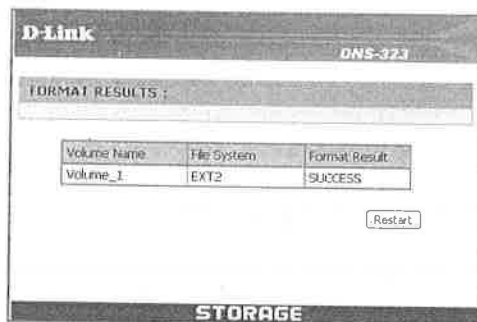

Figura 36: pantalla para reiniciar el dispositivo.
- Figura 36: Seleccionar “Restart”.